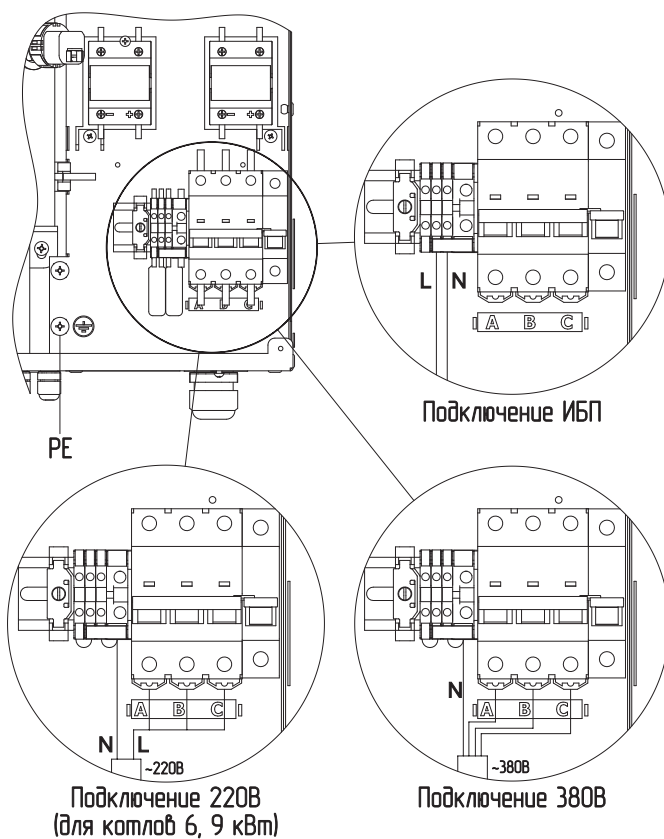
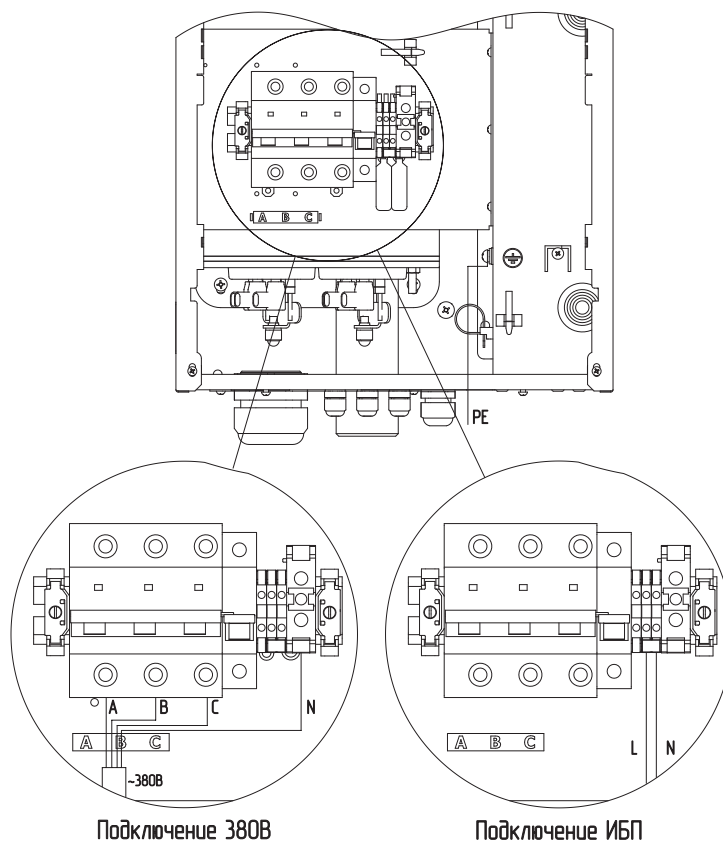
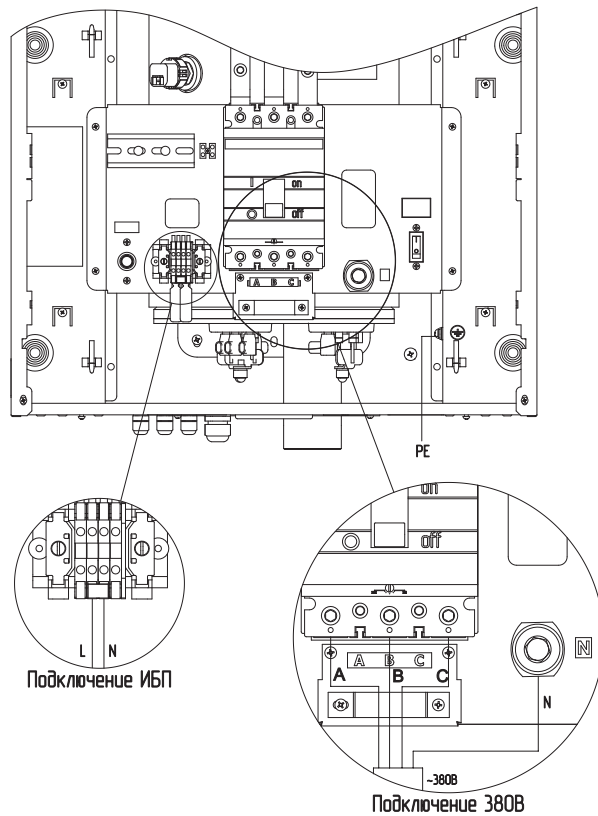
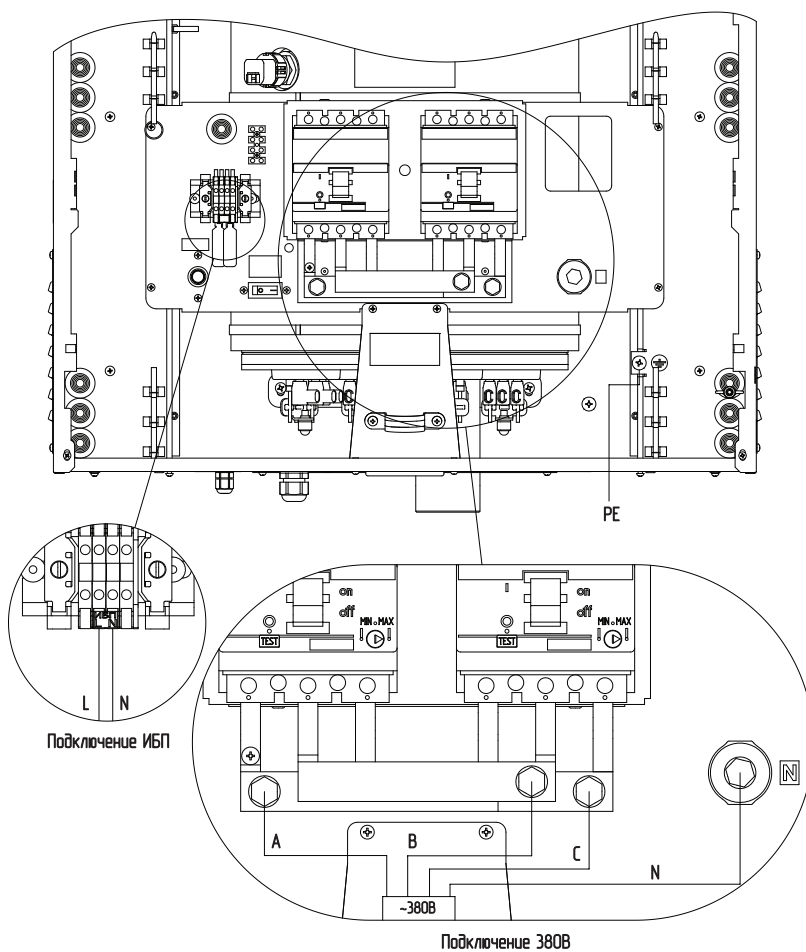

Рис.7 Схема подключения электрического котла ZOTA SOLID-X 6-24 кВт
Рис.8 Схема подключения электрического котла ZOTA SOLID-X 30-60 кВт
Рис.9 Схема подключения электрического котла ZOTA SOLID-X 72-100 кВт
Рис.10 Схема подключения электрического котла ZOTA SOLID-X 133 кВт
- извлеките перемычки (**Рис.7, Рис.8, Рис.9, Рис.10, поз.1**);
- подключить провода фазы «L» к колодке (**Рис.7, Рис.8, Рис.9, Рис.10, поз.2**);
- подключить провода нейтрали «N» к колодке (**Рис.7, Рис.8, Рис.9, Рис.10, поз.3**).